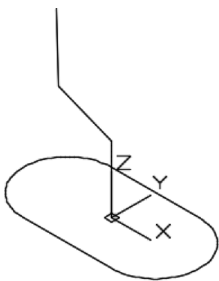

图 9-24 已有图形
1) 打开本书配套的“创建平移网格.dwg”文件，已有图形如图 9-24 所示。